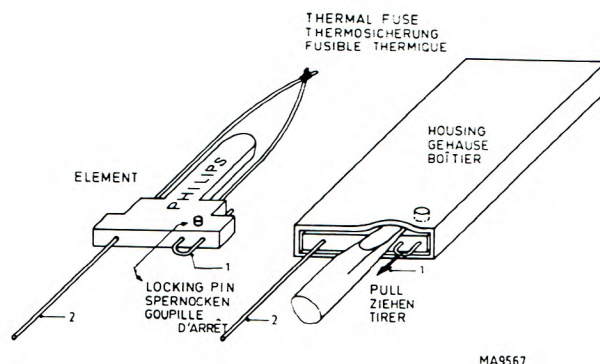

Fig. 2.8. Remplacement du fusible
- Dessouder les bornes thermiques 1 et 2 (voir section 2.1.3 et Fig. 2.8).